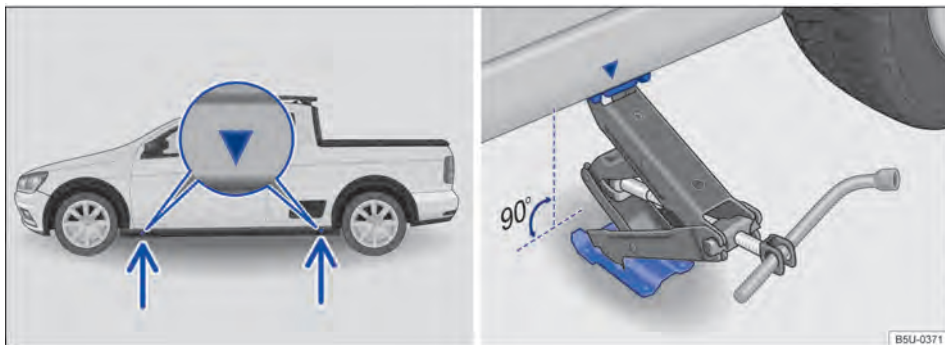

Fig. 171 Pontos de apoio do macaco e macaco posicionado no lado esquerdo traseiro do veículo.
O macaco somente pode ser posicionado nos pontos de apoio indicados (marcação na carroceria) → Fig. 171. É válido o ponto de apoio localizado próximo à roda correspondente → ⚠.
7. Procurar sob o veículo o ponto de apoio do macaco → Fig. 171, mais próximo da roda a ser trocada.
9. Garantir que a base do macaco, com toda sua superfície, esteja sobre o chão e que a base se encontre perpendicularmente abaixo do ponto de colocação → Fig. 171.
10. Alinhar o macaco e, simultaneamente, levantar a garra do macaco até ela se encaixar na travessa debaixo do veículo → Fig. 171.
- Posicionar o macaco somente nos pontos indicados. A garra do macaco deve se encaixar no perfil da longarina de forma segura → Fig. 171.